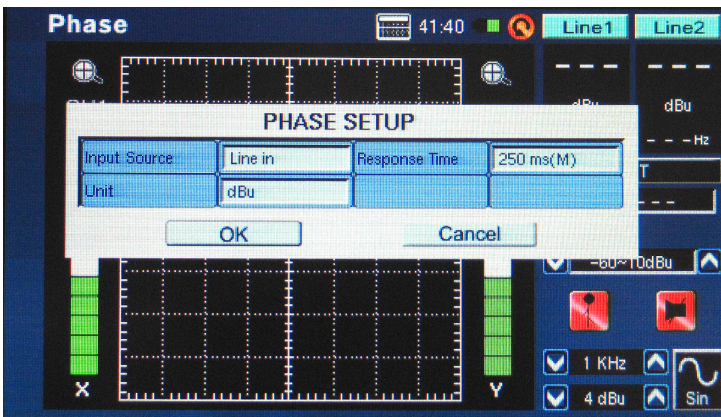

figura 50
1. Ingrese al menú SET para la función de Fase. Aquí los usuarios pueden ajustar la fuente de entrada, unidad y tiempo de respuesta. Setee la fuente de entrada a "Line in" (figura 50). La unidad no es demasiado importante para los resultados de medidor de fase mismo, aunque es mejor setear la unidad a la unidad que su señal de entrada será. Seleccione "OK" para regresar a medidor de fase.